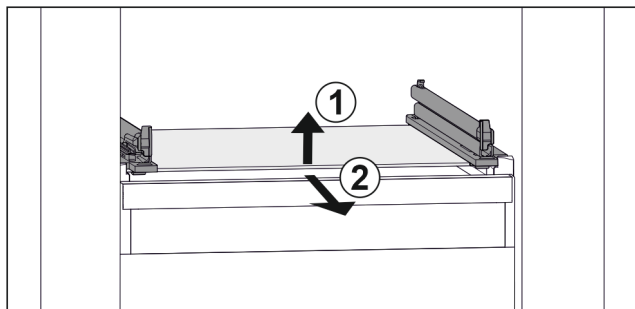

Fig. 108 Exemple de représentation de la tablette en verre
- ▶ Soulever la tablette en verre par l'avant. Fig. 108 (1)
- ▶ Retirer la tablette en verre par l'avant. Fig. 108 (2)